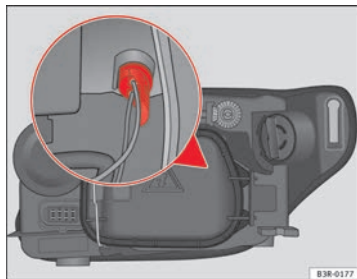

Fig. 211 Ampoule feux de position
- Retirez le support d'ampoules en le saisissant par la base $\Rightarrow$ fig. 211 (on peut aussi l'extraire en tirant les câbles du support).